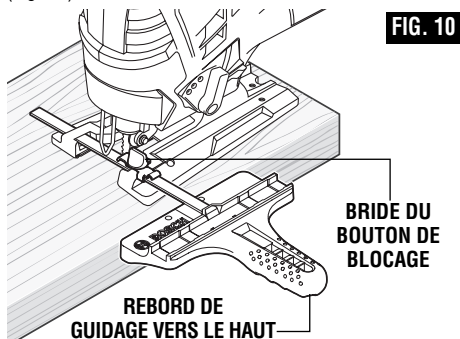

FIG. 10
Cet accessoire JA1010 est disponible moyennant supplément de prix. Il permet d'exécuter des coupes rectilignes et circulaires précises en rapidité (Fig. 10).
1. Enfilez la tige du guide dans la bride du bouton de blocage puis par les fentes prévues dans la semelle en commençant par l'un ou l'autre côté de la semelle et avec le rebord de guidage tourné vers le HAUT (Fig. 10).
2. Accrochez la bride du bouton de blocage sur le bord de la semelle, réglez le guide à la largeur désirée et serrez fermement la bride du bouton de blocage (Fig. 10).